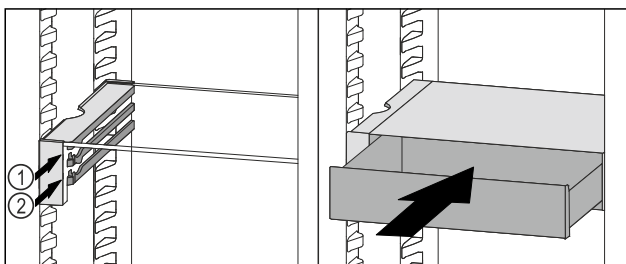

Fig. 178
- VarioSafe-Schubfach hinter den Stoppern auf gewünschter Rippe *Fig. 178 (1)* oder *Fig. 178 (2)* aufsetzen.